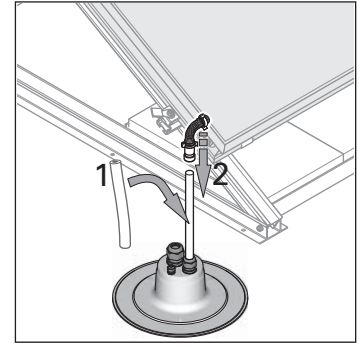

Figura 3-27 Insertar el empalme de conexión en las conexiones
6. Desplazar el tubo de aislamiento térmico recalado (HT-Armaflex) sobre el empalme (paso 1 en figura 3-27).
7. Conectar el empalme del arco de conexión del colector al conductor de conexión de impulsión (arriba en el colector/VA 15 Solar) o de retorno (abajo en el colector/VA 18 Solar) (paso 2 en la figura 3-27).